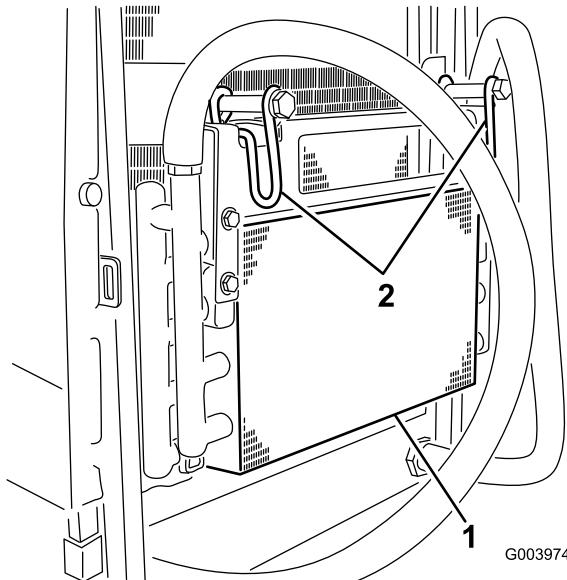

Figura 73
5. Girate i fermi verso l'interno per rilasciare il radiatore dell'olio (Figura 73).